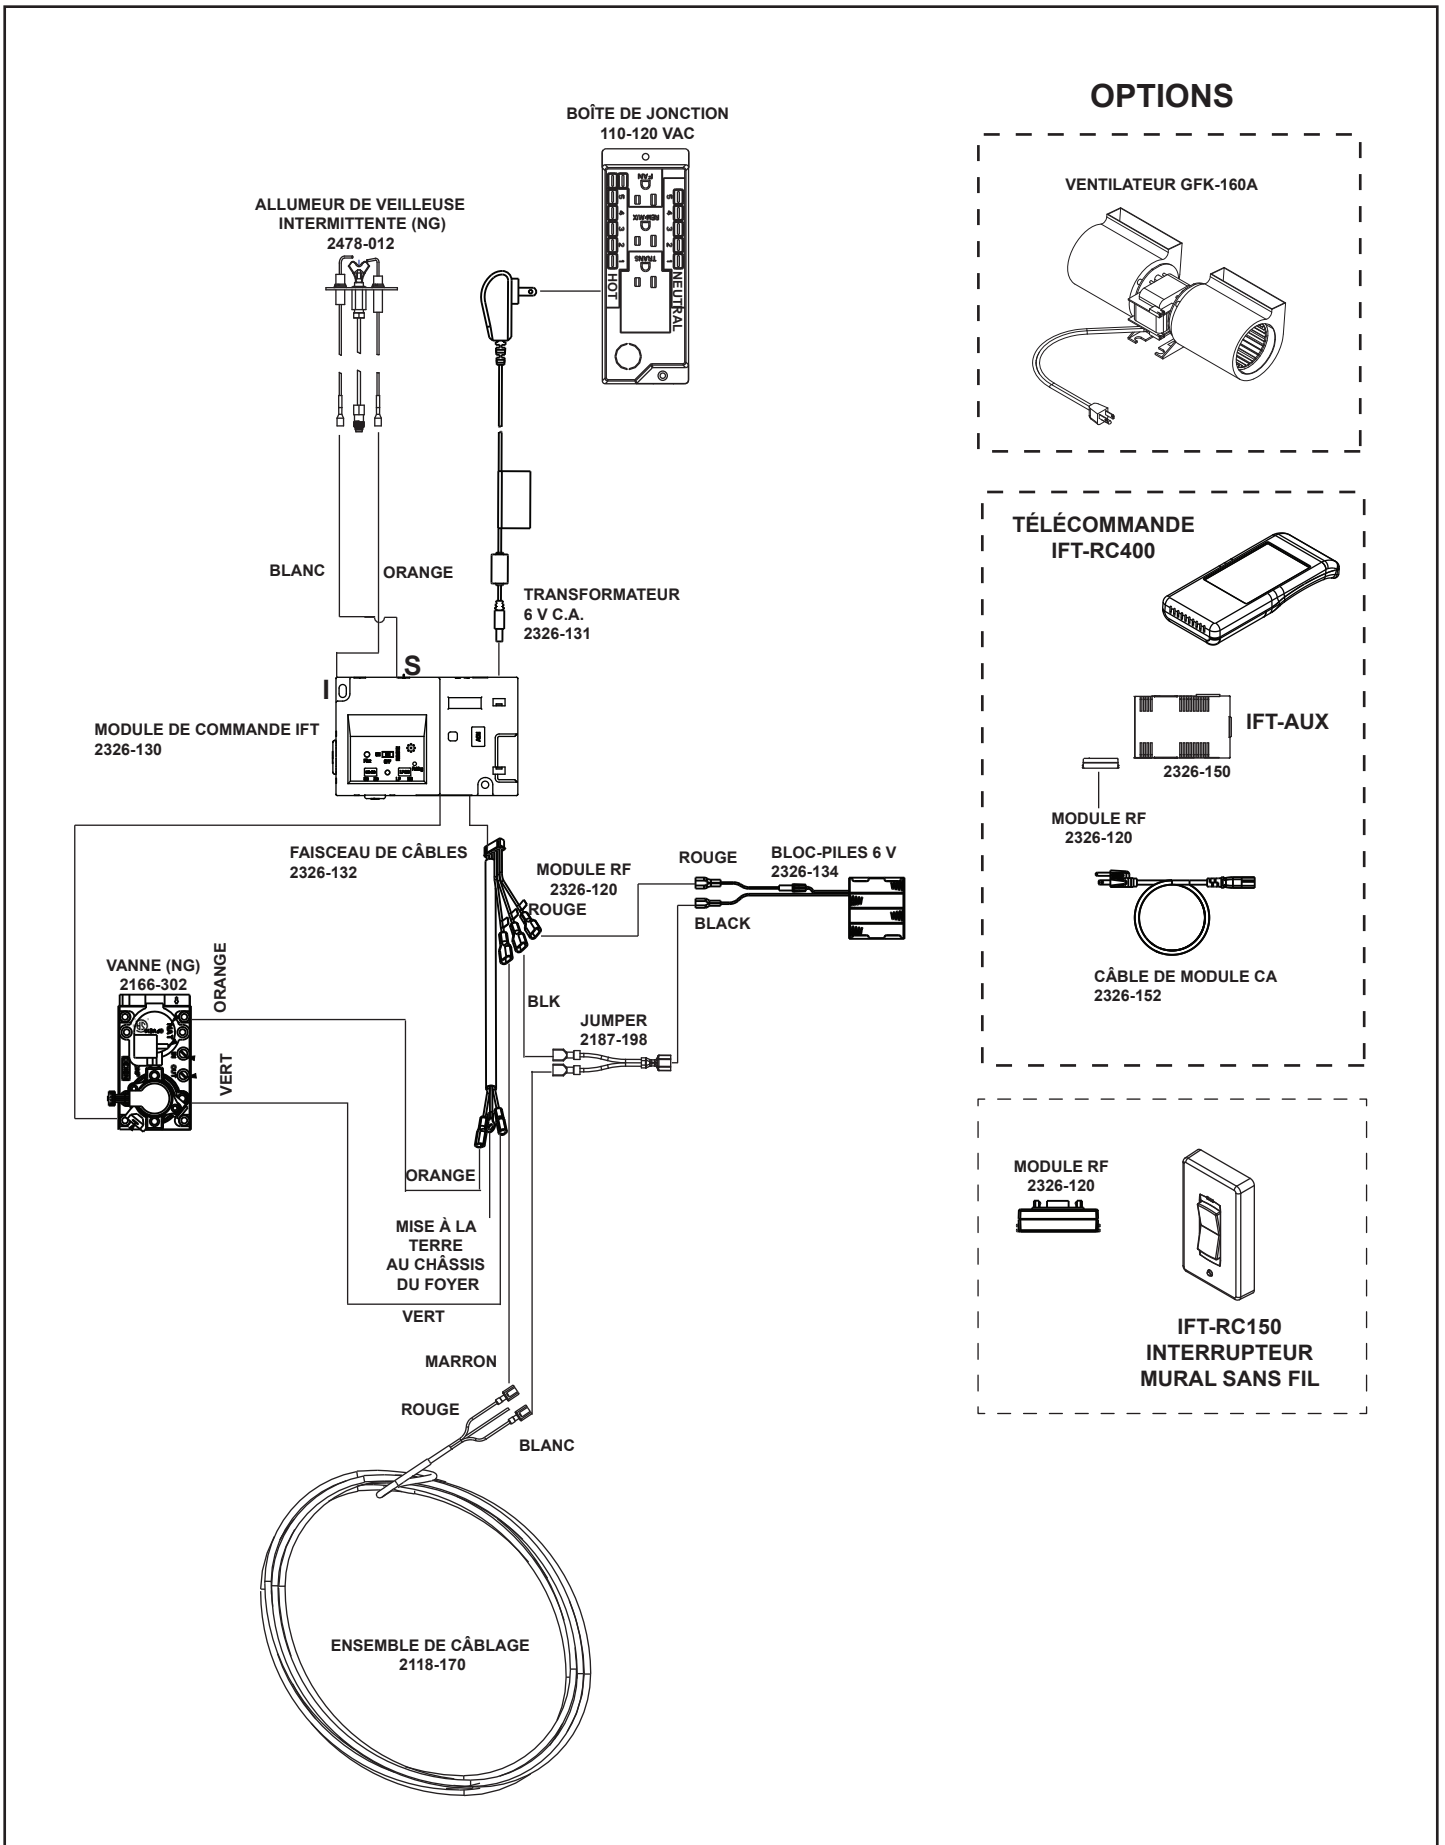

Figure 8.2 Câblage IntelliFire™ Tactile avec interrupteur mural
- Consultez la figure 8.2, Schéma du câblage IntelliFire™ Tactile (IPI).